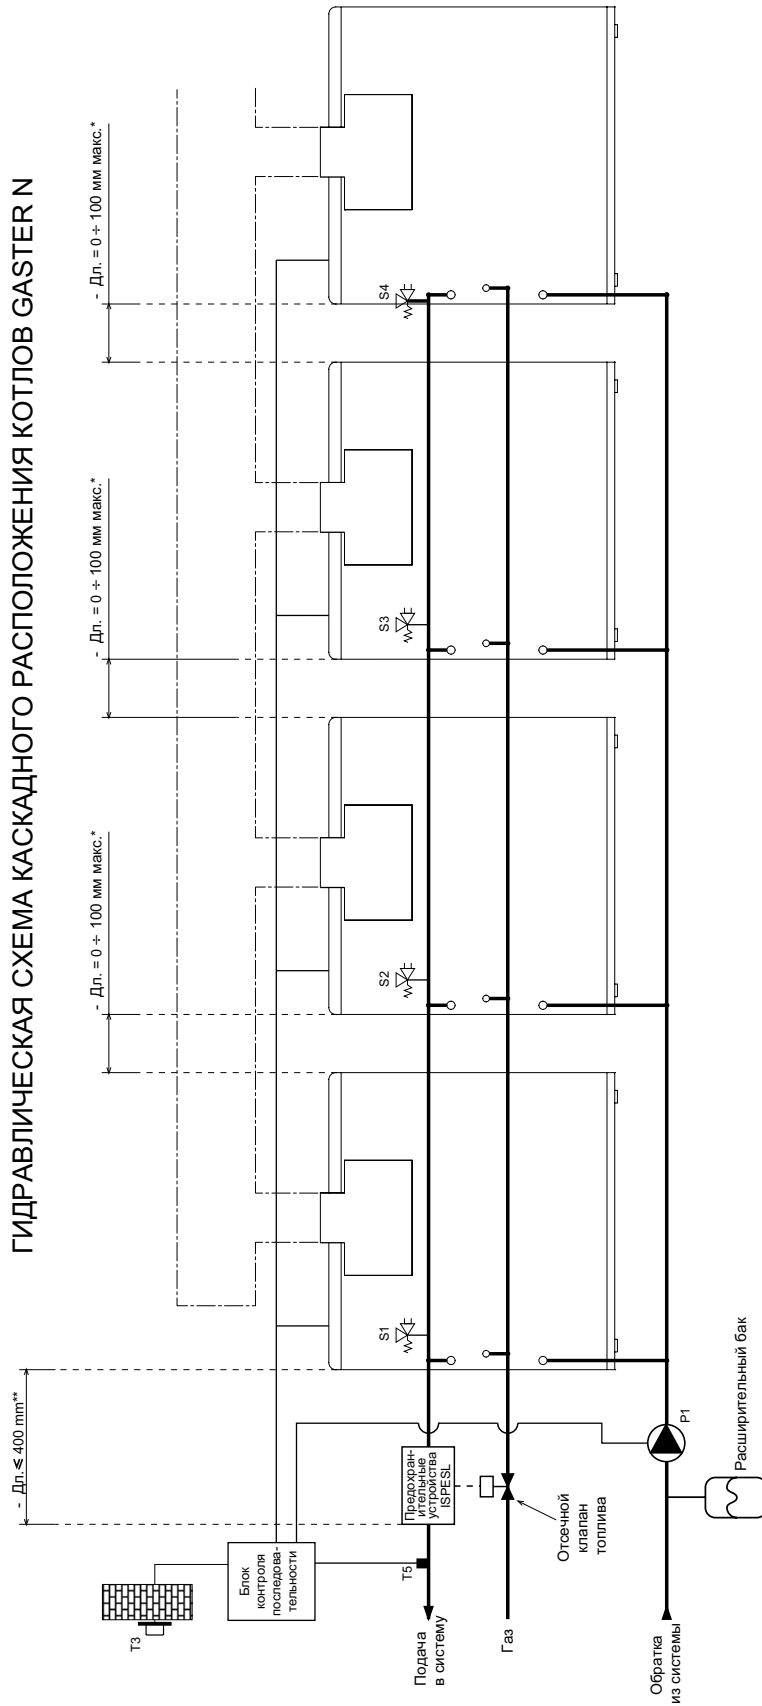

Рис. 10
- Соединить все модули к единому гидравлическому контуру с двойным коллектором (коллектор подачи и обратки), соблюдая все указания, приведённые на схемах рис. 10 и 11.
В случае, когда необходимо, чтобы генераторы, образующие модульную группу, работали в каскаде, установите электронный блок последовательности (рис. 10 и 11)..